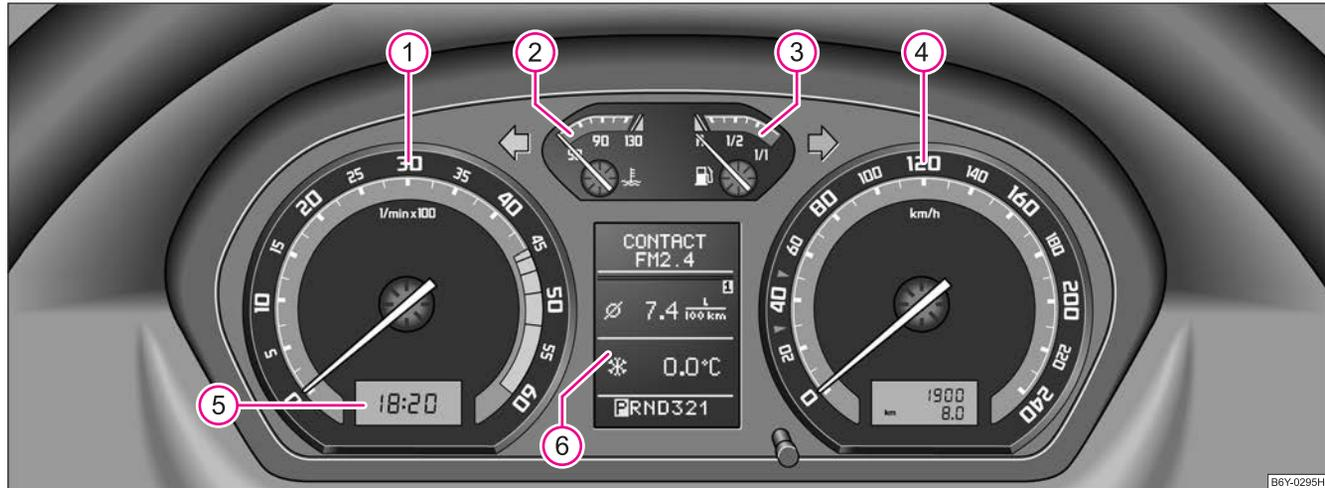

Abb. 2 Kombiinstrument
Der Beginn des roten Bereiches im Drehzahlmesser ① ⇒ Seite 9, Abb. 2 kennzeichnet für alle Gänge die maximal zulässige Motordrehzahl des eingefahrenen und betriebswarmen Motors. Vor Erreichen dieses Bereiches sollten Sie in den nächst höheren Gang schalten bzw. die Wählhebelstellung **D** des automatischen Getriebes wählen.
Die Kühlmitteltemperaturanzeige ② ⇒ Seite 9, Abb. 2 arbeitet nur bei eingeschalteter Zündung.
Die Kraftstoffvorratsanzeige ③ ⇒ Seite 9, Abb. 2 arbeitet nur bei eingeschalteter Zündung.
Zum Einstellen der Uhrzeit ist links unten neben dem Geschwindigkeitsmesser ein Rückstellknopf angebracht ⇒ Seite 9, Abb. 2.